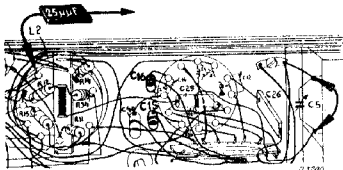

Fig. 5
7. Hulpapparaat aansluiten aan de anode van L2 via een condensator van 25  $\mu\text{F}$ . (fig. 5). (Of GM 2404 direct aan anode van L2). Outputindicator aansluiten achter het hulpapparaat.
8. Oscillator kortsluiten door een draadje parallel aan C5 te schakelen (fig. 5).
13. C15 trimmen op maximale output. (fig. 5).
7. Oscillator kortsluiten door een draadje parallel aan C5 te schakelen (fig. 5).
11. C16 trimmen op maximale output. (fig. 5).